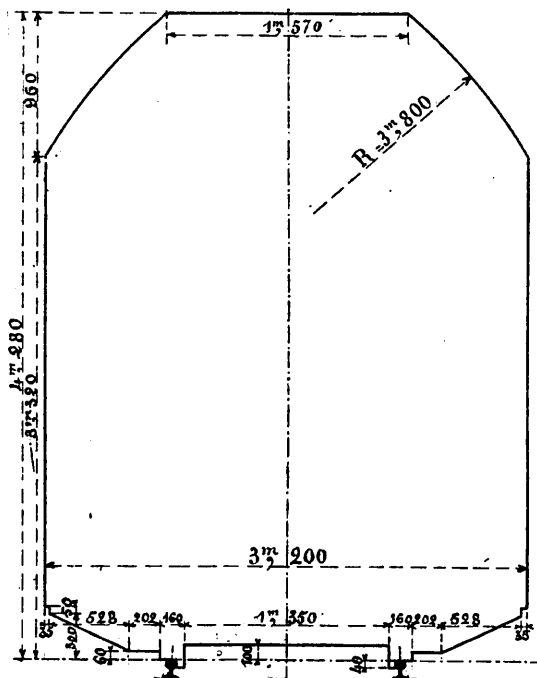

Fig. 19. — Gabarit de chargement de la compagnie de l'Est.
22. Gabarit de chargement. — Tout véhicule d'un chemin de fer doit passer librement dans le *gabarit de chargement*, qui n'est pas le même pour toutes les lignes. Nous donnons figure 19 celui des chemins de fer de l'Est, et figure 19 *bis* celui des chemins de fer de Paris à Lyon et à la Méditerranée. Sur cette dernière figure, le trait plein représente le gabarit usuel de chargement des wagons ; mais les véhicules peuvent s'inscrire dans le profil déterminé par le trait mixte. Les tracés en dessous de la ligne AB figurent le gabarit limite pour les constructions fixes. Le tracé le plus saillant entre les rails est le contour des chariots transbordeurs sans fosse.
Fig. 19 bis. — Gabarit de chargement de la compagnie de Lyon.
24. Indicateurs de vitesse. — On munit quelquefois les locomotives d'*indicateurs* qui en font connaître la vitesse ; un grand nombre d'appareils différents ont été étudiés ou construits à cet effet. Les indicateurs de vitesse sont commandés par une des roues de la locomotive, et doivent être réglés suivant le diamètre de cette roue, que l'usure et le retournage des bandages réduisent. Les uns font seulement connaître au mécanicien, à chaque instant, la vitesse de la machine, au moyen d'une aiguille qui se déplace sur un cadran, ou par l'élévation d'un liquide dans un tube de verre ; d'autres inscrivent cette vitesse sur une bande de papier que déroule un mouvement d'horlogerie ; enfin une troisième classe d'appareils donne à la fois une indication au mécanicien et une inscription permanente. Les locomotives à grande vitesse du chemin de Lyon sont munies d'un *chronotachymètre* (fig. 19 *ter*) et d'un indicateur Stroudley : le premier de ces appareils inscrit la vitesse sur une bande de papier ; le second est une petite pompe centrifuge qui refoule un liquide dans un tube gradué, placé en vue du mécanicien. Le mouvement de commande est pris sur la bielle d'accouplement, dont tous les points décrivent des cercles égaux. Le liquide est une dissolution dans l'eau de chlorure de magnésium, qui ne gèle pas facilement.
Fig. 19 ter. — Chronotachymètre de la compagnie de Paris à Lyon et à la Méditerranée.